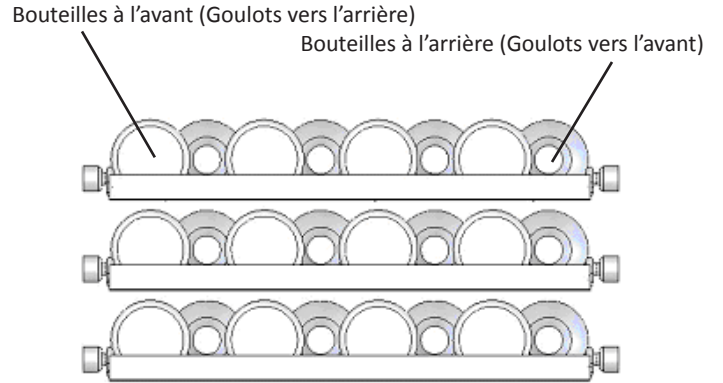

Figure 17
Les quatre (4) tablettes coulissantes peuvent porter chacune huit (8) bouteilles. Voyez la Figure 17 pour une disposition type des bouteilles de vin. Il faut faire attention pour l'entreposage de bouteilles très grosses dans le panier à vin en bas du compartiment car elles pourraient empêcher la fermeture de la porte.